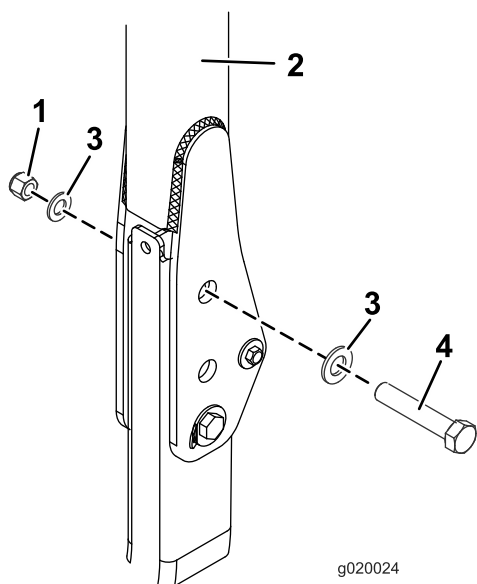

Рисунок 27
3. Установите шайбу (13/16 x 1½ дюйма) на каждый болт (¾ x 4 дюйма), как показано на Рисунок 27.
4. В отверстия, из которых были извлечены штифты, установите болты с шайбами (Рисунок 27).
как показано на Рисунок 27. Затяните гайки с моментом от 323 до 396 Н·м.
6. Затяните болт оси поворота конструкции ROPS (Рисунок 27) с моментом 91 – 113 Н·м, чтобы предотвратить любые вибрации защитной дуги и солнцезащитного навеса.